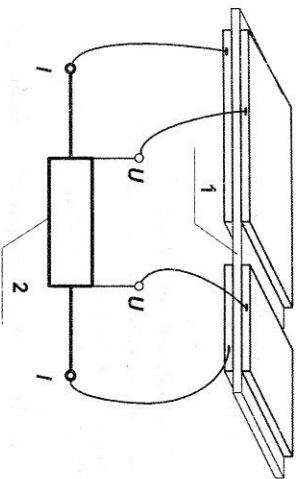

Рис. 4
4.5.2.2. Прибор включают и подготавливают к работе в соответствии с указаниями технической документации на него (РЭ, п. 2.2.1). Ко входу (контактному приспособлению (см. рис. 4)) прибора ИКС-5 подключают поочередно резисторы с сопротивлениями, близкими к верхнему пределу измерения, производят их прямое измерение (нажатием кнопки «Пуск») и проверяют возможность работы во всем диапазоне.